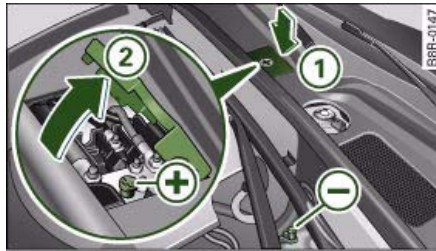
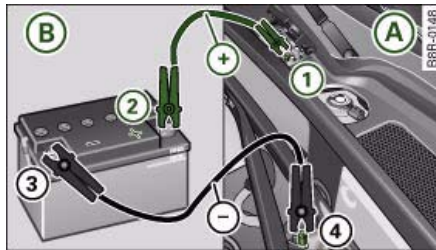

Fig. 237 Compartimento del motor: Conexiones para cable de ayuda de arranque y cargador
Fig. 238 Ayuda de arranque con la batería de otro vehículo: A - descargada, B - cargada
Las conexiones para la ayuda de arranque se encuentran en el compartimento del motor ⇒ fig. 237.
- Retire la cubierta ① presionando la flecha ⇒ fig. 237.
- Abra la cubierta ② en el polo positivo.
1. Fije un extremo al **borne para ayuda de arranque** ⇒ fig. 238 ① (borne bajo la cubierta = “positivo”) del vehículo al que se le presta la ayuda de arranque ①.
2. Fije el otro extremo en el polo positivo ② de la batería cargada ②.
- Arranque el motor del vehículo que presta ayuda ② y deje que funcione al ralentí.
- Arranque ahora el motor del vehículo con la batería descargada ①.
- Cierre la cubierta ② en el polo positivo y coloque la cubierta ① ⇒ fig. 237.